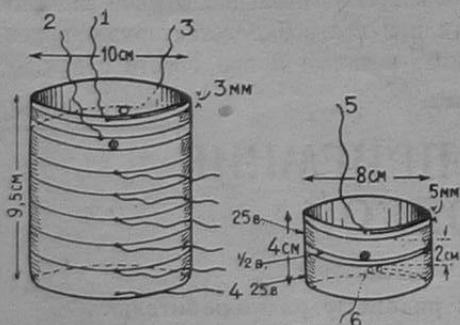

Рис. 2.
Таким же образом строим катушку МК. Из картона вырезаем кусок шириной 25,12 см + 1 см на закрепку и высотой 4 см (см. рис. 2).
следующим образом. Отступая от края катушки на 3 мм, проделываем небольшое отверстие спереди и пропускаем через него начальный конец проволоки (1). Наматываем 16 витков возможно плотнее. Закрепляем конец (2), снаружи и спереди катушки. Закрепив конец (3) снаружи и сзади катушки (отступая ниже оси), наматываем вплотную 128 витков. Конец (4) закрепляем снаружи катушки (рис. 2).
ее половине. Конец (6) закрепляем сзади катушки от нижнего ее края не доходя 5 мм (см. рис. 2).